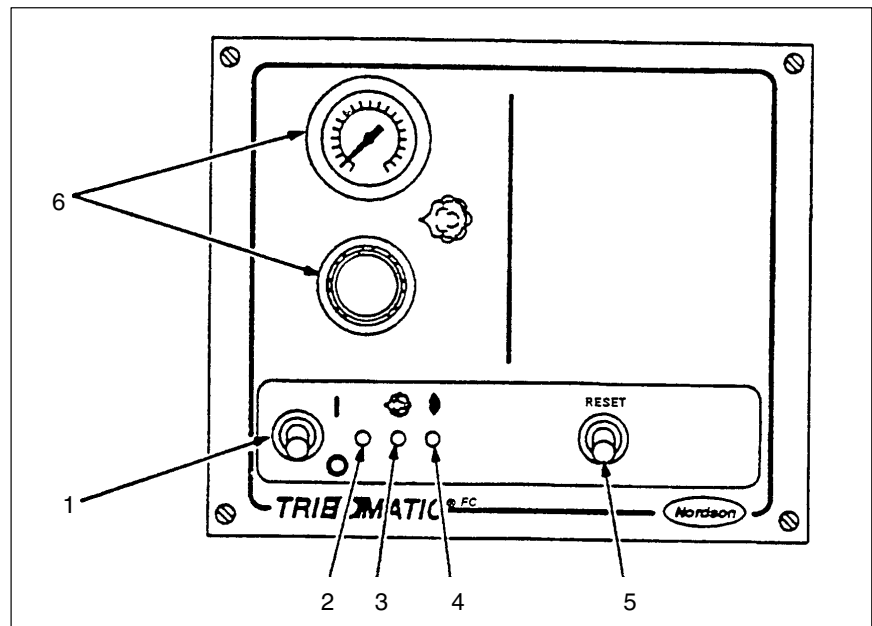

Bild 4-1 Inställningsorgan på enhetens front
3. Se bild 4-1. Ställ styrenhetens strömbrytare i läge till. Lysdiod-indikatorn för matningsspänning skall tändas.